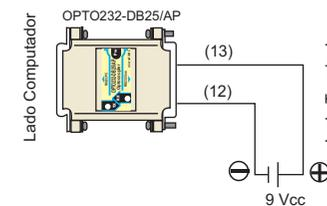

Figura 4. Alimentación externa.
- Alimentación externa según figura 4.